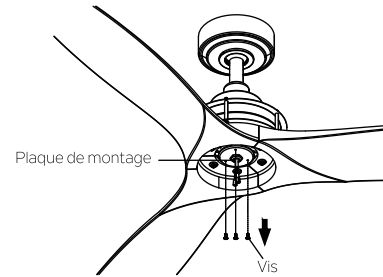

Fig. 18
Étape 1. Retirez les trois vis de montage préinstallées sur la plaque de montage et conservez-les pour plus tard. (Fig. 18)